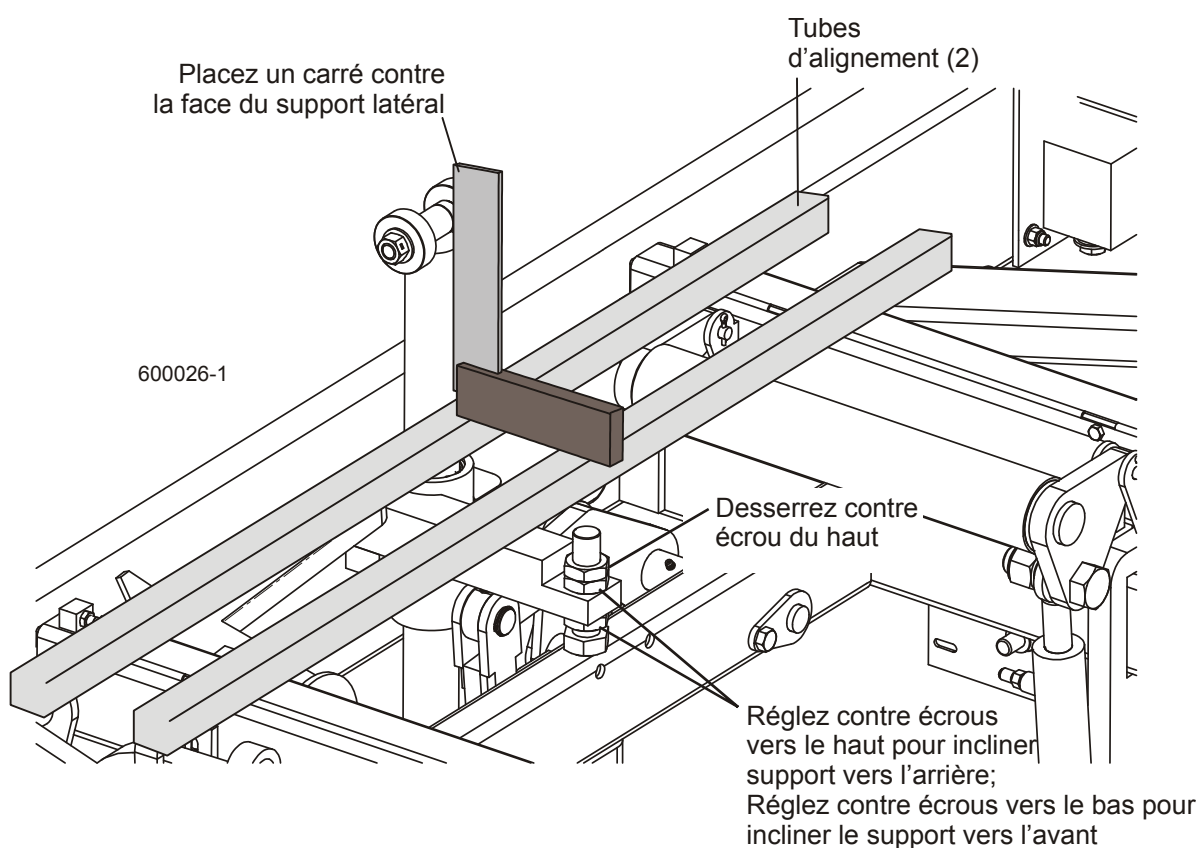

FIG. 7-15
**Voir Figure 7-15.** Desserrez le contre écrou du haut. Ajustez les deux contre écrous inférieurs vers le haut pour incliner le support latéral vers l'arrière. Ajustez les deux contre écrous inférieurs vers le bas pour incliner le support latéral vers l'avant. Resserrez le contre écrou du haut et répétez l'opération pour l'autre support hydraulique latéral.